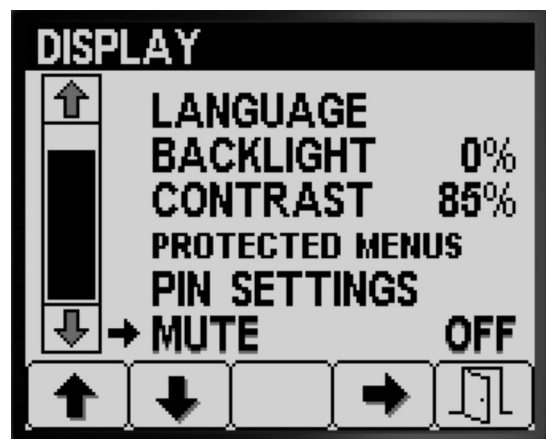

Figura 31
- Apăsai butonul 4 pentru a PORNI sau OPRI indicatorul audio (Figura 31).
- Apăsai butonul 5 pentru a salva setarea, pentru a părăsi ecranul MUTE (oprire sunet) și pentru a reveni la ecranul SETTINGS (setări) (Figura 31).